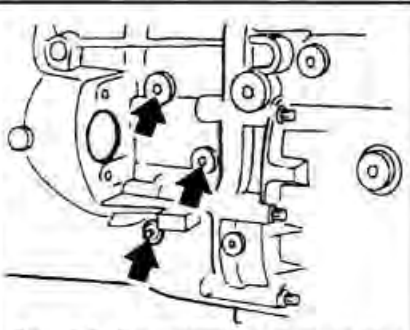

Рис. 5-5. Стрелками показаны оси вилок переключения передач с левой стороны картера КП
- С левой стороны картера КП снять оси вилок переключения передач (рис. 5-5).